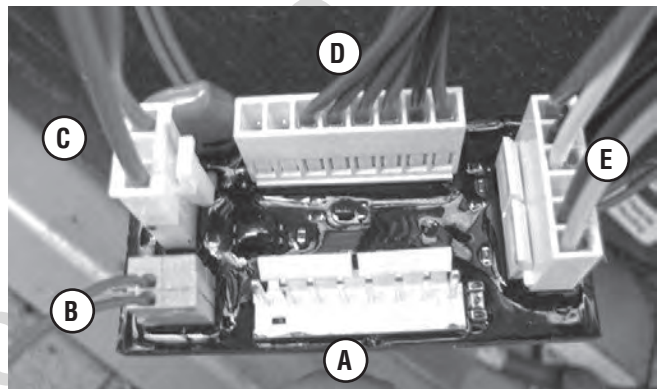

Figure 8
1. Comparez vos connexions à la **Figure 8** pour confirmer l'installation appropriée des faisceaux.